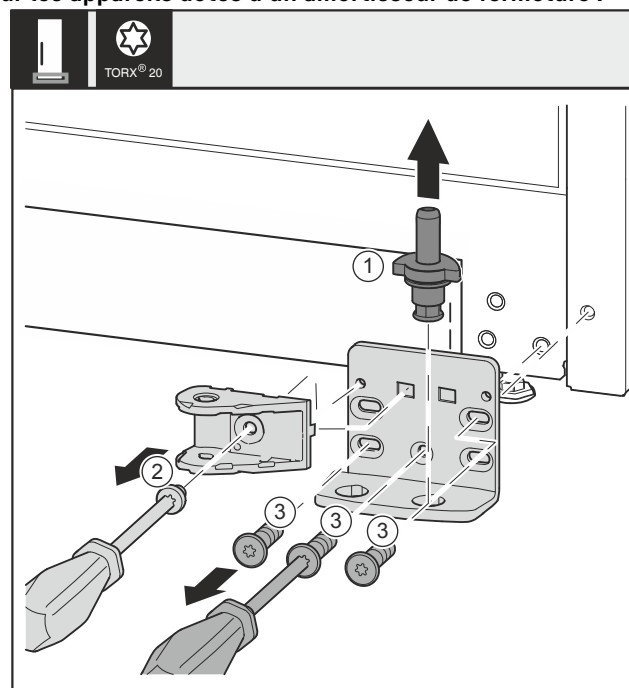

Fig. 36
- Retirer entièrement l'axe de palier *Fig. 36 (1)* par le haut.
- Desserrer la vis *Fig. 36 (2)* avec un tournevis et retirer la liaison de l'amortisseur de fermeture.
- Desserrer les vis *Fig. 36 (3)* avec un tournevis et retirer le support de palier.